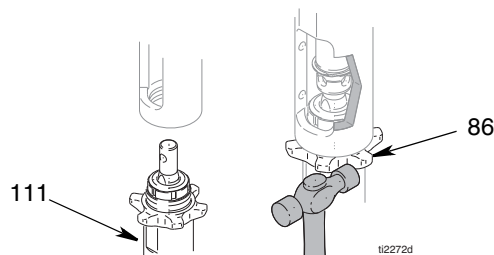

Рис. 10
1. (Рис. 10) Вкрутите контргайку (86) до нижней части резьбы насоса (111). Вкрутите насос (111) полностью в коллектор. Выкручивайте насос (111) из коллектора до тех пор, пока выпускное отверстие насоса не совместится со шлангом. Вручную затяните контргайку (86), а затем с помощью молотка еще на 1/8 - 1/4 оборота или затяните с усилием в 75 фут-фунт (101 Н·м).